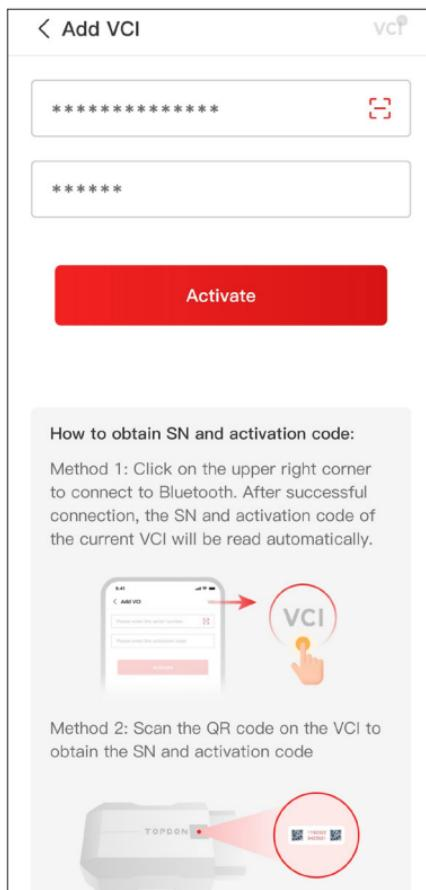

Figure 3-7
- ④ Sélectionnez votre appareil dans la liste des appareils Bluetooth détectés.
- ⑤ Après une connexion Bluetooth réussie, le numéro de série (SN) et le code d'activation du VCI seront lus automatiquement. Ensuite, appuyez sur **Activer** (voir Figure 3-7).